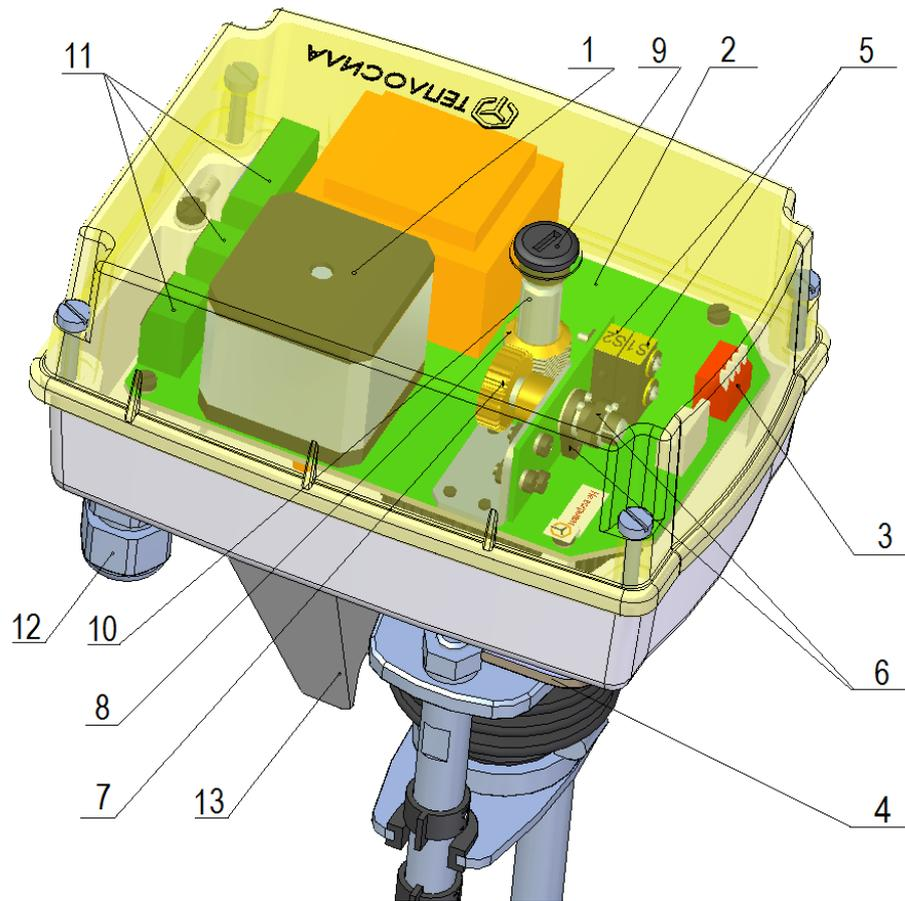
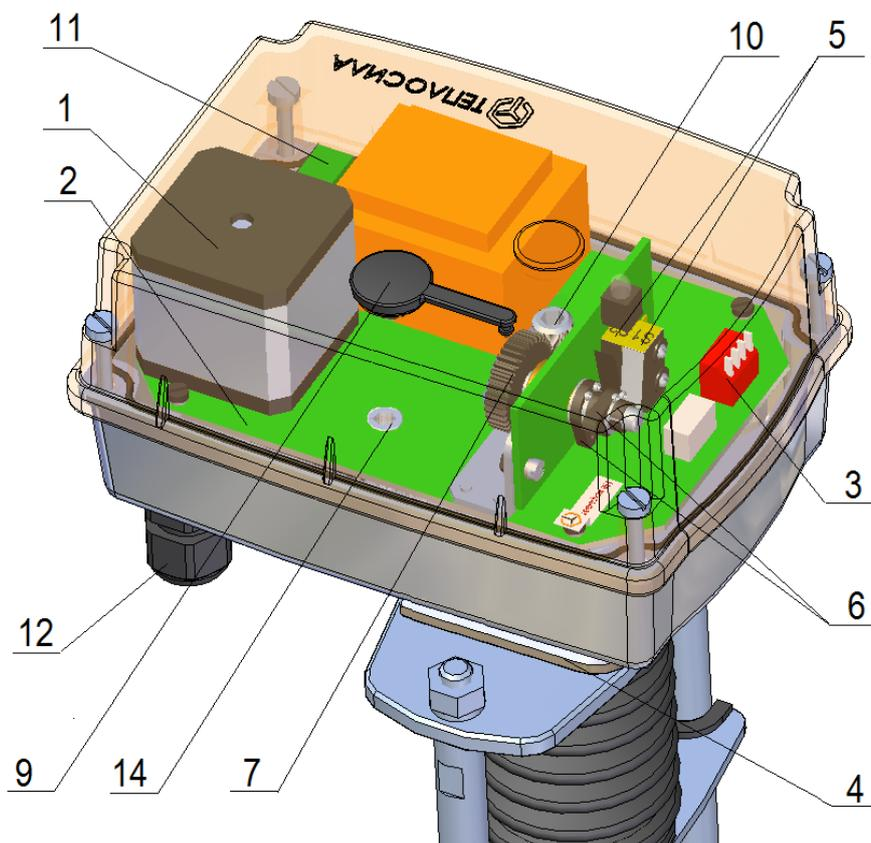

Рисунок 1. Общий вид (TSL-1600, TSL-2200, TSL-3000)
Рисунок 2. Общий вид (TSL-6000)
Общий вид электропривода представлен на рисунке 1. Электропривод приводится в движение шаговым электродвигателем (1), питание и управление которым осуществляется от платы управления (2), обеспечивающей его работу с заданной скоростью. Скорость перемещения задаётся с помощью переключателя (3) в соответствующей позиции (комбинации положений переключателя см. раздел 4.1). Концевые выключатели положения (5) штока включаются поворотом кулачков (6). Поворот кулачков осуществляется в результате зацепления зубчатого колеса (7) и прижимной гайки большой шестерни (8) (рисунок 1), или в результате зацепления зубчатого колеса (7) и вала (10) (рисунок 2).
Электропривод в выключенном состоянии имеет возможность управления выходным органом с помощью ручного дублёра (4) (шестигранный ключ №5, установлен на корпусе), который через отверстие в верхней крышке (9) вставляется в вал (10) (рисунок 1), или в отверстие шестерни (14) (рисунок 2).